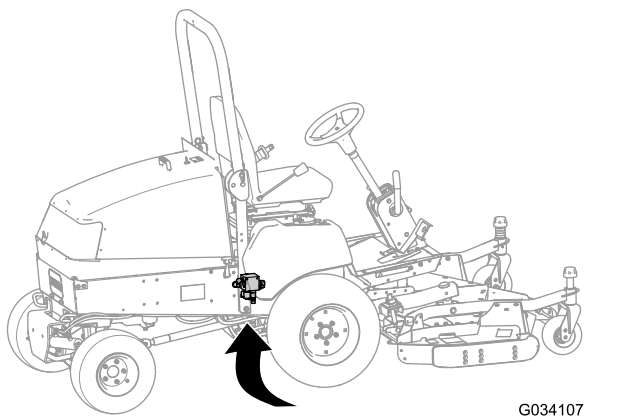

Figura 13
2. Localize o manípulo de elevação sob a máquina, interiormente à estrutura direita do canal, atrás do eixo frontal (Figura 13).